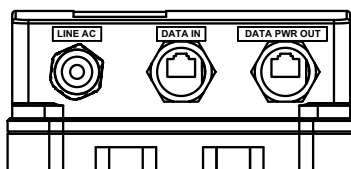

Fig 2
4. Collegare il cavo Ethernet all'ingresso dati. Vedere Fig. 2.